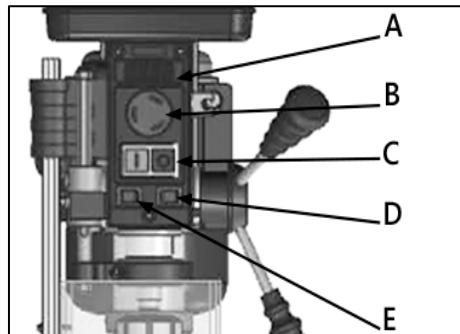
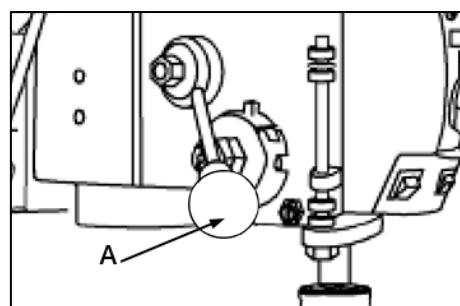

Рисунок 14.
Рисунок 15.
Для включения станка кожух ременной передачи должен быть в закрытом положении (поз. 9, рис. 1). (**Внимание!** Станок оснащен концевым выключателем кожуха ременной передачи). Освободите аварийный выключатель (B) (рис. 14), повернув его по часовой стрелке. Иначе станок не запустится. Нажмите на кнопку пуска I (C).
Изменение скорости сверления возможно только при запущенном электродвигателе станка. Скорость сверления регулируется при помощи рукоятки (A) (рис. 15). Значение частоты вращения отображается на дисплее (A) (рис. 14).
Для включения и выключения лазерного указателя используйте клавишу (D) (рис. 14).